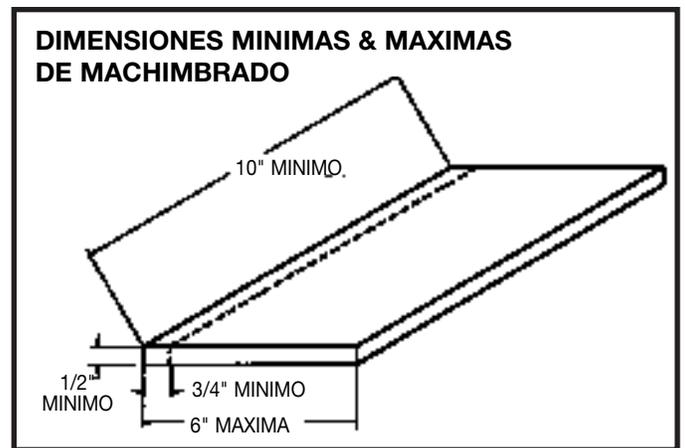

Fig. 40A
**NO REALICE FUNCIONES DE ACEPILLADO SOBRE MATERIALES MAS CORTOS QUE 10 PULG., MAS ANGOSTOS QUE 3/4 PULG., MAS ANCHOS QUE 6 PULG., O MENOS DE 1/2 PULG. DE GRUESO (REFIERASE A FIG. 40A).**